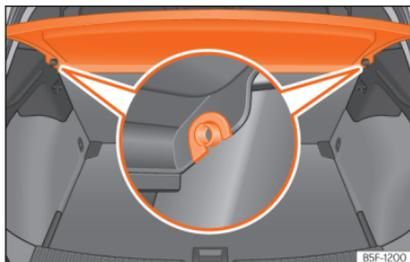

Fig. 125 Na bagageira: desmontar e montar a chapeleira.
- Desencaixe a chapeleira dos suportes laterais »» Fig. 125 puxando-a para cima e retire-a.
- Introduza a chapeleira horizontalmente fazendo coincidir a «fechadura» sobre o eixo dos suportes »» Fig. 125, e pressione para baixo até que encaixe.